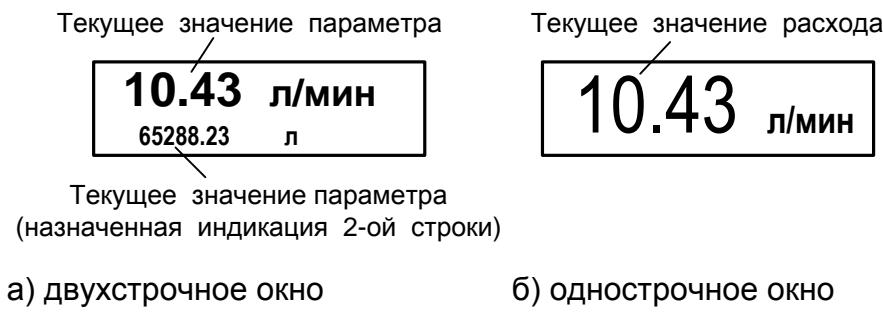

Рис.5. Вид окон укрупненной индикации измеряемого параметра.
2.1.3. Текущие значения измеряемых параметров отображаются в окне индикации меню **Измерения** (рис.Б.1). Кроме того, в расходомере предусмотрена возможность индикации значений измеряемых параметров шрифтом большего размера (рис.5).